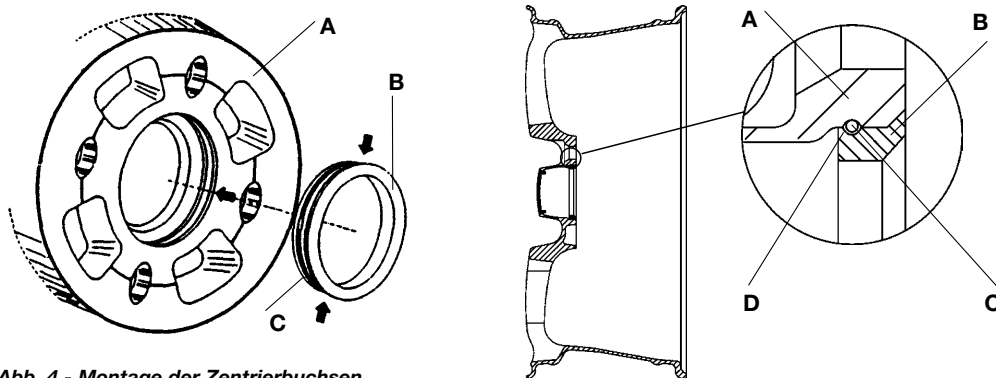

Abb. 4 - Montage der Zentrierbuchsen
- Zentrierbuchse (B) auf der Radnabe (A) durch Druck auf den Drahtsprengring (C) aufsetzen (Abb. 4)
- Sicherstellen, dass der Drahtsprengring (C) korrekt in seinem Sitz (D) eingesetzt ist, der durch die Blockierung der Zentrierbuchse in der Radnabe gegeben ist (Abb. 4).